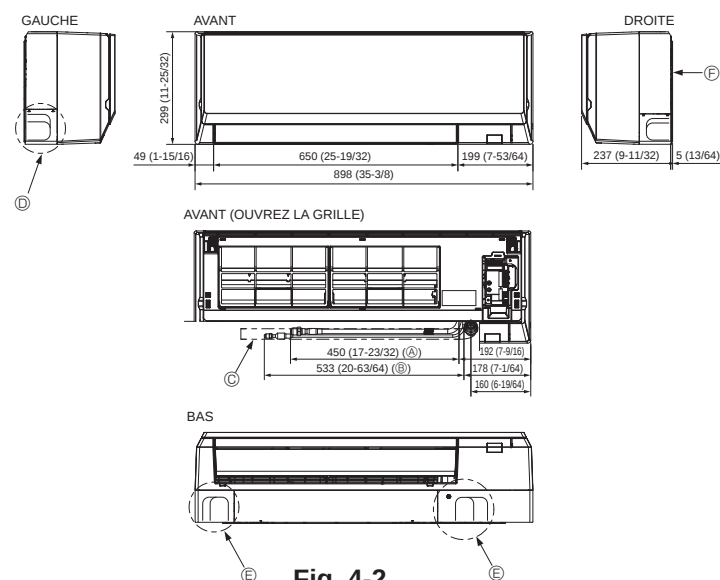

Fig. 4-2
4.2. Mise en place des tuyaux de réfrigérant et d'écoulement (Fig. 4-2)
- ① Tuyau à gaz
- ② Tuyau à liquid
- ③ Tuyau d'écoulement (longueur utile : 500 mm, 19-11/16 pouces)
- ④ Orifice de la rondelle du tuyau gauche
- ⑤ Orifice de la rondelle du tuyau inférieur
- ⑥ Plaque d'installation ①